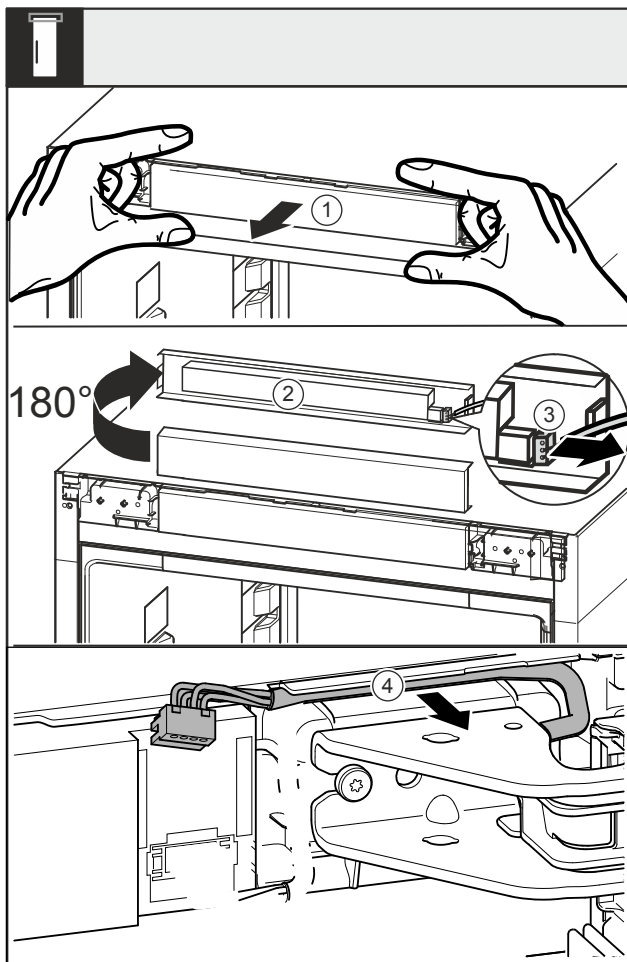

Fig. 16
- ▶ Afloje la tapa ciega Fig. 16 (1) hacia delante.
- ▶ Gire la tapa ciega Fig. 16 (2) hacia arriba 180°.
- ▶ Presione la lengüeta de retención en el conector macho Fig. 16 (3) hacia atrás y extraiga el conector macho con cuidado.
- ▶ Suelte el cable Fig. 16 (4) de la guía a través del soporte del cojinete.